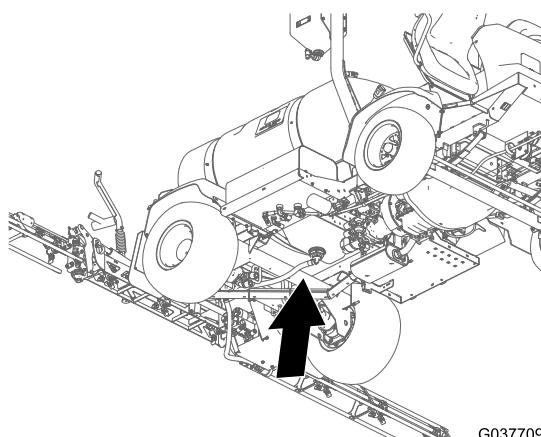
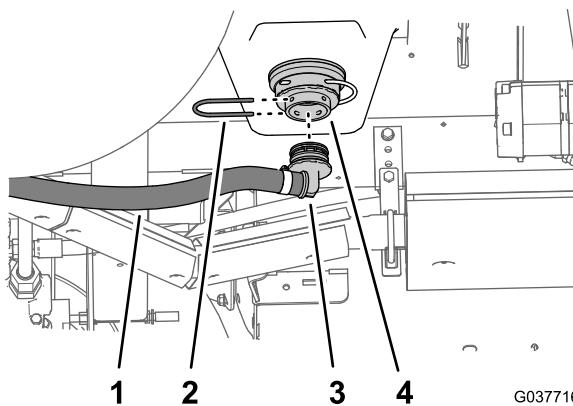

图75
图76
- 4. 将排水软管 2.5 x 67cm 的 90° 软管接头装入打药车药缸底部的适配器接头图75 和 图76。
5. 使用在拆下旁通和排水软管\(页码 12\)的步骤1中卸下的卡环将90°软管接头固定到适配器接头上图76。